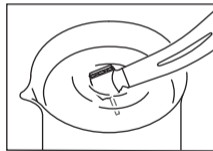

Fig. 5
- 3) Rote la pieza de mano e introduzca la mitad del cabezal de la pieza de mano. (Fig. 5)